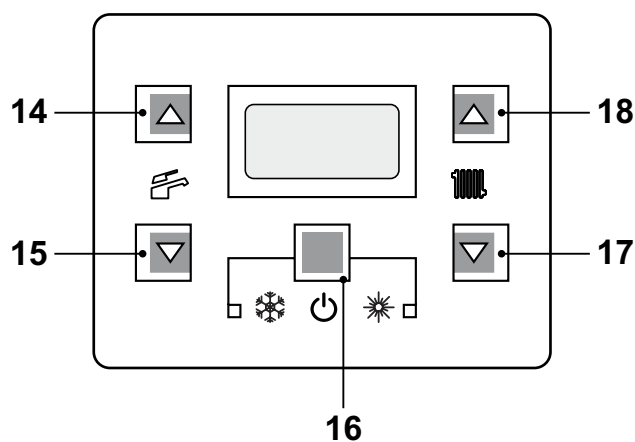
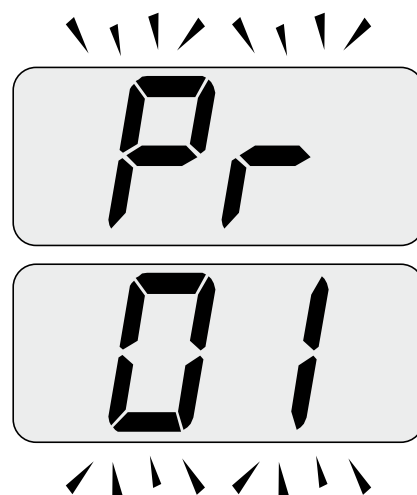
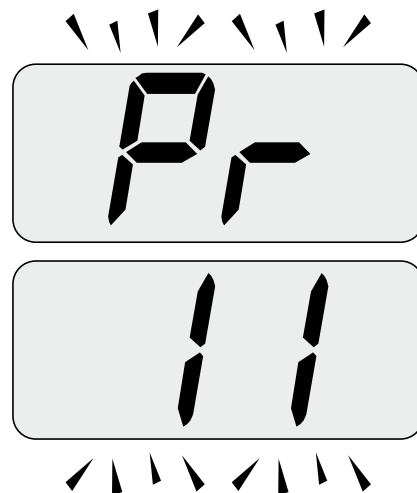
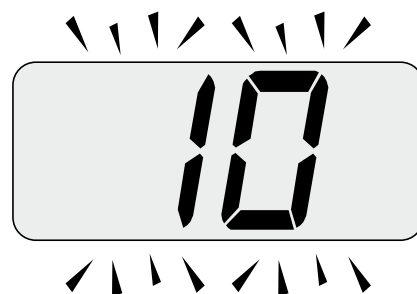

Figura 5.49
Figura 5.50
Figura 5.51
Figura 5.52
- Entrare in "modalità programmazione" premendo contemporaneamente per 10 secondi i tasti 16 - 17 - 18 (Figura 5.49) fino a far apparire sul display LCD le lettere **Pr** che si alternano con il codice **01**, indicando l'entrata nel "parametro 01"(Figura 5.50).
- Scorrere i vari parametri utilizzando i tasti 17 o 18 fino a far apparire sul display LCD le lettere **Pr** che si alternano con il codice **11**, indicando l'entrata nel "parametro 13"(Figura 5.51).
- Premere contemporaneamente i tasti 16 e 18 (Figura 5.49) fino a far apparire sul display LCD il valore del parametro 11 (10=60 secondi) (Figura 5.52).
- Premendo il tasto 16 (Figura 5.49) si ottiene la conferma del valore inserito.
- Premendo contemporaneamente i tasti 16 e 17 (Figura 5.49) si esce senza modificare il valore (ritorno alla lista parametri Figura 5.51)
- Premendo contemporaneamente per 10 secondi i tasti 16 - 17 - 18 (Figura 5.49) si esce dalla "modalità programmazione".